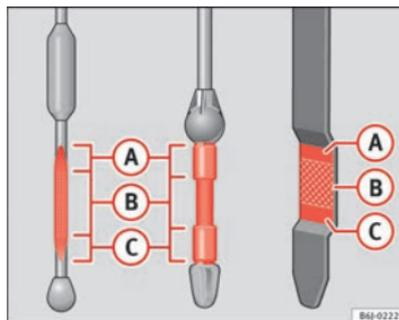

Abb. 166 Ölmesstab
- Den Messstab anschließend wieder herausziehen und den Ölstand ablesen ⇒ Abb. 166. Füllen Sie gegebenenfalls Motoröl nach.